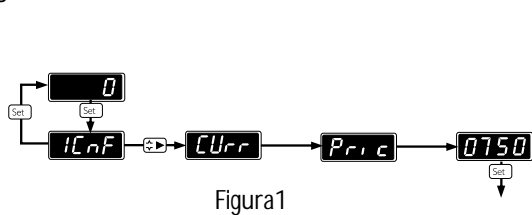

Figura1
- 1) Introducimos el valor del primario de intensidad, disponemos de 4 dígitos, por lo que buscamos una indicación de 75.0, que sin tener en cuenta el punto decimal es 750, procederemos a programar este valor (figura1).